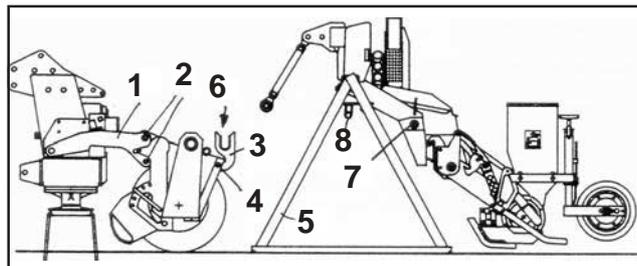

Рис. 6.3
6.1.3 Крепление RP-ED с колесным упаковщиком и почвообрабатывающей машиной (Рис. 6.3 + 6.4)
- Комбинацию, состоящую из почвообрабатывающей машины и колесного упаковщика (Рис. 6.3), поднять при помощи гидравлики тягача и осторожно задним ходом подъехать к установленной на опорах (6.3/5) сеялке до момента совмещения захватывающих карманов (6.4/1) соединительных штанг с опорной шейкой (6.4/2).